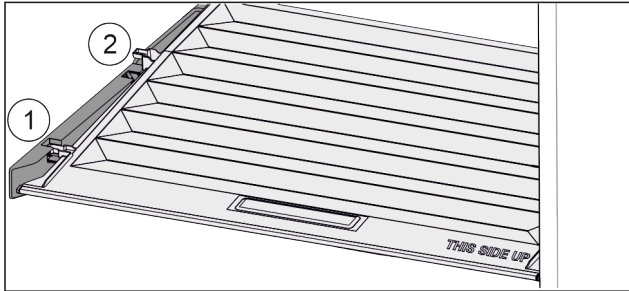

Fig. 73
- ▶ Deksel tot de opening in de vasthouddelen naar voren trekken Fig. 73 (1).
- ▶ Aan de achterkant vanaf de onderkant omhoog tillen en vanaf de bovenkant verwijderen Fig. 73 (2).